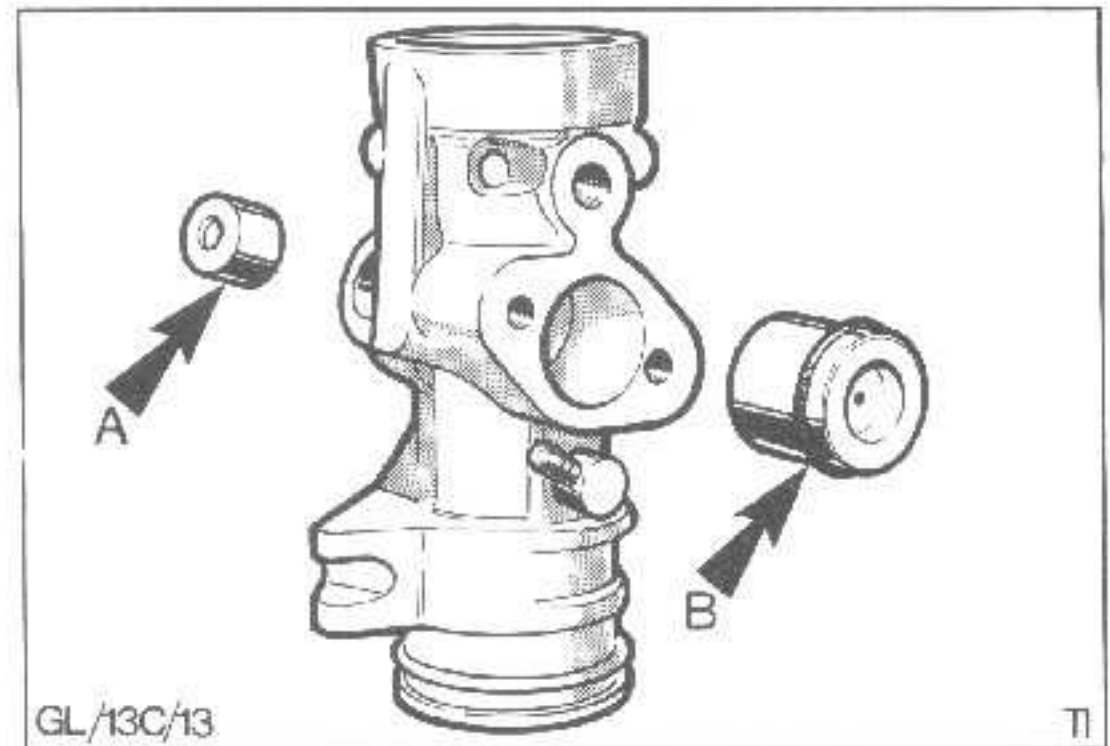

Abb.28 Zahnstangengehäuse
17. Druckstück mit O-Ring herausdrücken und Nadellagerbüchse aus dem Zahnstangengehäuse pressen, Abb.28.